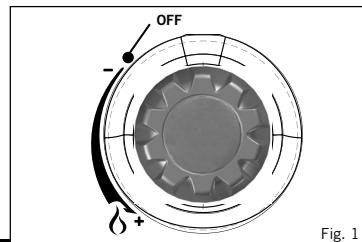

Fig. 1
- Przed przyłączeniem dopływu gazu należy najpierw upewnić się, że zawór urządzenia jest w pozycji OFF poprzez przekreślenie oporu pokrętła regulacyjnego zgodnie z ruchem wskaźów zegara (patrz rys. 1).
- Aby zamocować zbiornik gazu należy sprawdzić czy zawór urządzenia jest w pozycji OFF, obracając pokrętło regulacyjne do oporu w kierunku zgodnym z ruchem wskaźów zegara (patrz rys. 1).